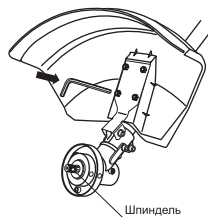

Рис. 5
■ Закрепите защитный кожух на планке винтами с шайбами с помощью ключа (рис. 5).